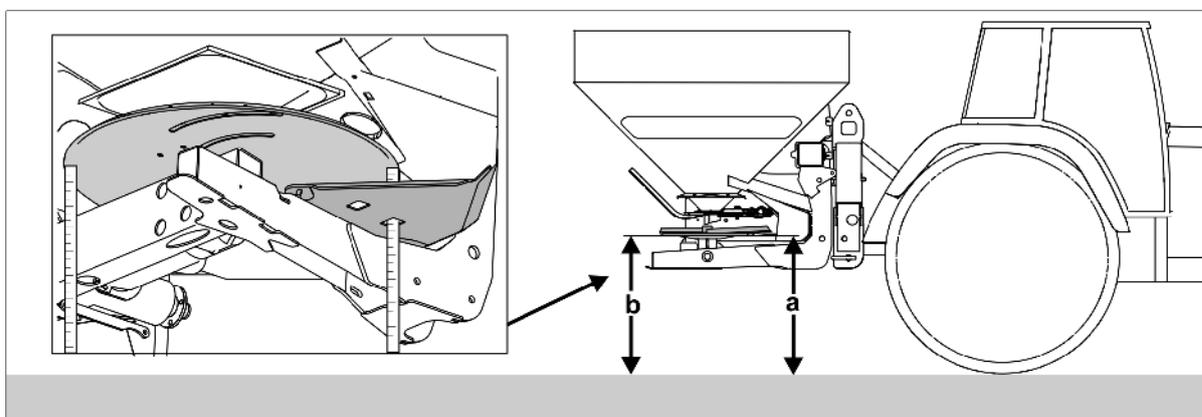

Fig. 60
- Menu Trabalho: Seleccionar a calibração automática de fertilizante (Fig. 60 /1).